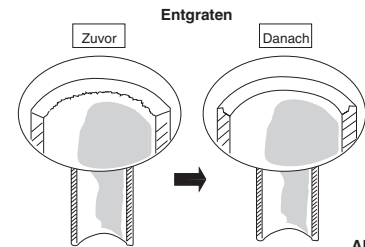

Abb. 5-1
- (1) Die Kupferleitung mit einem Rohrschneidewerkzeug auf die erforderliche Länge zuschneiden. Es wird empfohlen, dabei zur geschätzten Länge ungefähr 30 bis 50 cm hinzuzufügen.
- (2) Das Ende der Kupferleitung nun mit einer Reibahle oder Feile entgraten. Dies ist sehr wichtig und muss sorgfältig durchgeführt werden, um eine korrekte Ausweitung zu erhalten. Unbedingt darauf achten, dass keine Verschmutzung (Feuchtigkeit, Staub, Metallspäne usw.) in die Leitungen gelangen können. (Abb. 5-1 und 5-2)